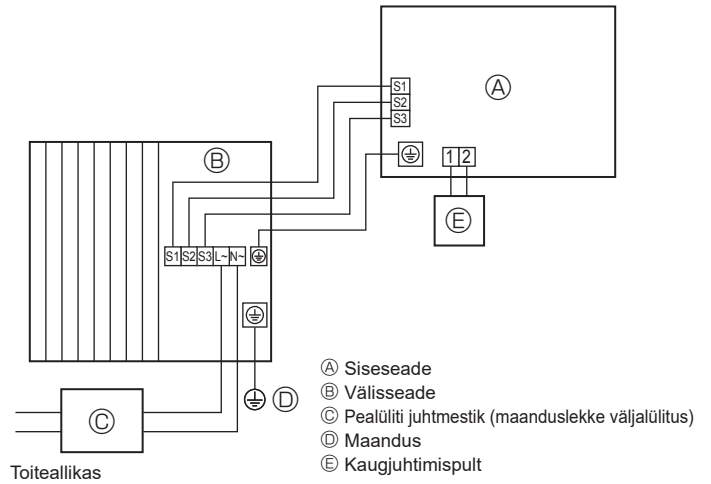
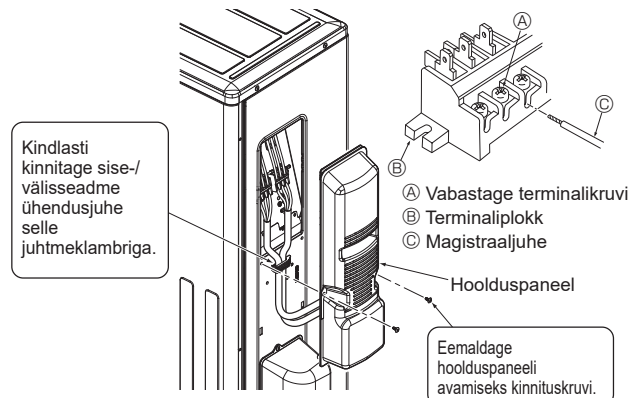

Fig. 6-1
Fig. 6-3
### 6.1. Välisseade (Fig. 6-1, Fig. 6-2, Fig. 6-3)
① Eemaldage hoolduspaneel.
② Paigaldage juhtmed vastavalt Fig. 6-1, 6-2 ja 6-3.